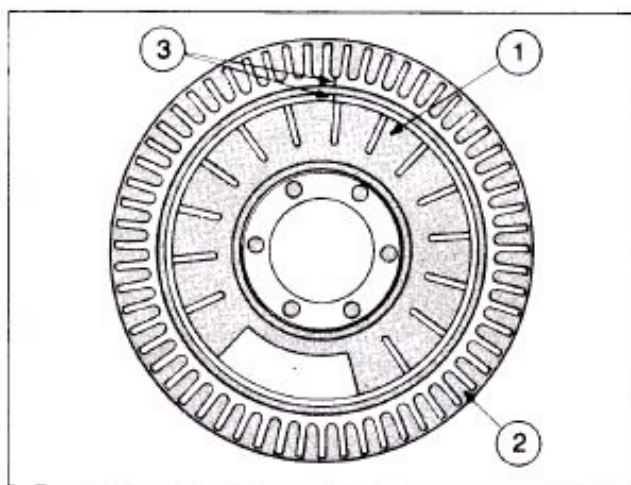

Рис. 2-67. (OM1066L) Отметки совмещения виброгасителя.
Втулка амортизатора (1, рис. 2-67) и инерционный элемент (2) имеют штампованные метки (3), по которым определяется перемещение этих двух элементов.